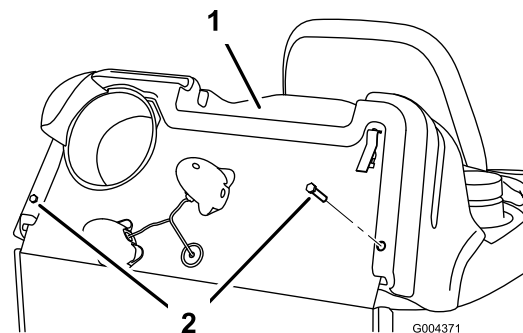

Bild 25
5. Nehmen Sie die Befestigungen ab, mit denen die Motorhaube am Maschinenrahmen befestigt ist (Bild 25). Bewahren Sie alle Teile auf.